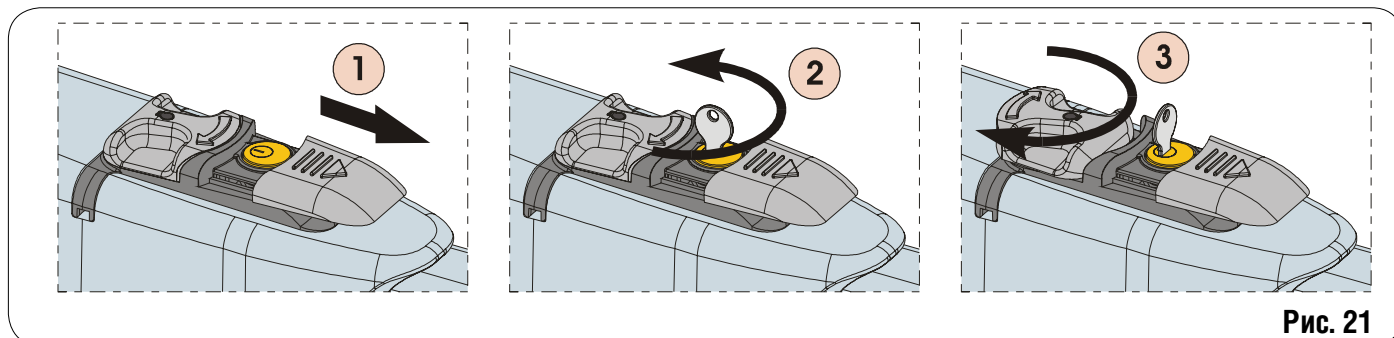

Рис. 21
- 2) Сдвиньте защитную крышку, Рис.21/1
- 3) Вставьте ключ и поверните на 90°, Рис.21/2
- 4) Для вывода привода из зацепления поверните на 180° рукоятку управления в направлении, указанном стрелкой, Рис.21/3